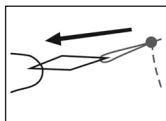

Fig. 9
- d] Retirez ensuite délicatement l'outil d'enfilage sous le point (voir Fig. 9).